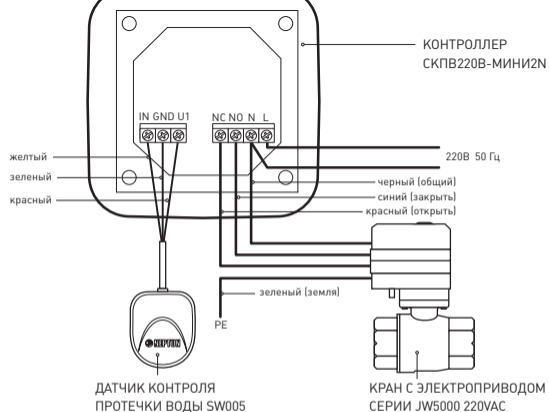

РИС.2 СХЕМА ПОДКЛЮЧЕНИЯ К КОНТРОЛЛЕРУ СКПВ220В-МИНИ2Н ДАТЧИКА КОНТРОЛЯ ПРОТЕЧКИ ВОДЫ SW005 И ШАРОВОГО КРАНА С ЭЛЕКТРОПРИВОДОМ СЕРИИ JW5000 220 VAC.
Контроллер СКПВ220В-мини2N имеет (см. рис. 2):
подано из силового шкафа и обязательно через УЗО (30 мА). К контроллеру СКПВ220В-мини2N подвести фазу и ноль согласно схеме подключения (рис. 2).
- выполните соединение проводов в соответствии со схемой на рис. 2;